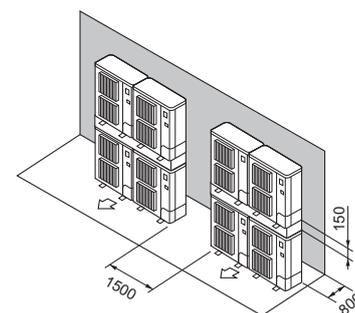

Fig. 2-14
- ⑧ Disposizione unità sovrapposte (Fig. 2-14)